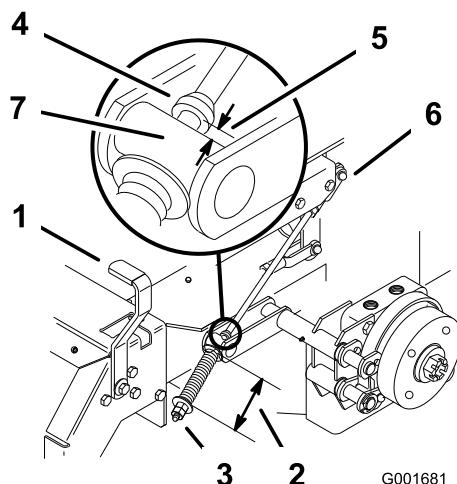

Figura 43
2. Mida la longitud del muelle; debe ser de 74 mm entre las arandelas (Figura 43).
- Afloje la contratuerca que está debajo del muelle y apriete la tuerca que está directamente debajo de la horquilla (Figura 43).
6. Mida la distancia entre el muñón y el collar de la varilla de freno. La medida debe ser de 5 a 7 mm (Figura 43).
- B. Gire las tuercas de ajuste inferiores hasta obtener la medida correcta (Figura 43).